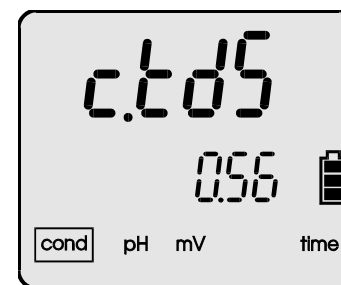

Imagen 15.
- Si se encuentra en el rango de conductividad debe presionar varias veces la tecla **MODE** hasta que aparezca el símbolo *c.tDS* en la parte superior de la pantalla y aparezca un coeficiente TDS (imagen 15).